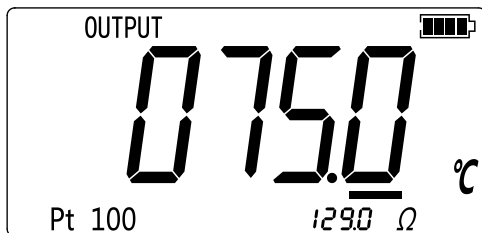

图 2.1-5
8. 按 **▲25%** 或 **▼25%** 以 25% 的步进量使输出在 0% 和 100% 之间增加或减少，显示界面如图 2.1-5 所示。